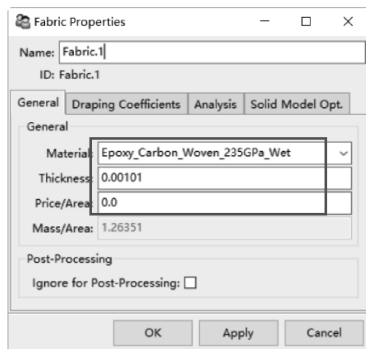

图 7-29 织物属性对话框
(1) 单击并展开【Material Data】，右键单击【Fabrics】，从弹出的快捷菜单中选择【Create Fabric...】，弹出织物属性对话框，【Material】= Epoxy Carbon Woven (235GPa) Wet，【Thickness】= 0.00101，其他默认，单击【OK】关闭对话框，如图 7-29 所示。
(2) 在工具栏中单击数据更新。